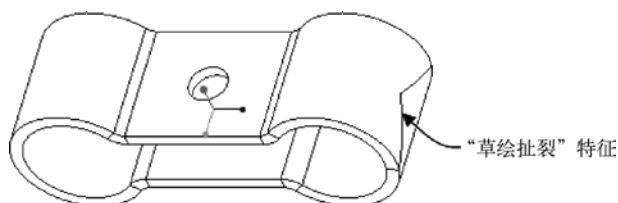

图 5-199 模型效果
(5) 默认创建垂直于驱动曲面的扯裂，单击（完成）按钮，完成草绘扯裂特征的创建，此时模型效果如图 5-199 所示。